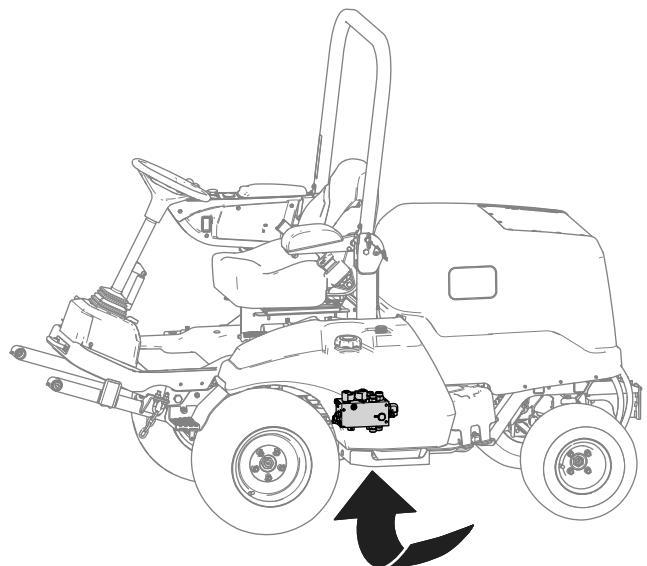

**Figura 8**
5. Utilizați 2 uruburi de fixare și 2 piulie ( $\frac{3}{8}$ ) pentru a fixa suportul senzorului pe braul de ridicare din dreapta (**Figura 8**).